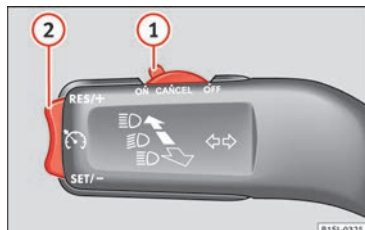

Fig. 34 Contacteur et commandes d'utilisation du GRA.
- Connecter le GRA : déplacez le contacteur » fig. 34 ① sur ON. Le système s'allume. Étant donné qu'aucune vitesse n'a été programmée, le système ne règle pas la vitesse.
- Activer le GRA : appuyez sur le bouton » fig. 34 ② dans la zone SET/-. La vitesse fixée est alors mémorisée et maintenue.
- Déconnecter le GRA temporairement : déplacez le contacteur » fig. 34 ① sur CANCEL ou appuyez sur la pédale de frein. Le réglage est désactivé temporairement.
- Reconnecter le GRA : appuyez sur le bouton » fig. 34 ② sur RES/+. La vitesse mémorisée sera de nouveau enregistrée et régulée.
- Augmenter la vitesse programmée pendant le réglage du GRA: appuyez sur le bouton ② sur RES/+. Le véhicule accélère jusqu'à la nouvelle vitesse enregistrée.
- Réduire la vitesse programmée pendant le réglage du GRA: appuyez sur le bouton ② sur SET/- pour réduire 1 km/h (1 mph). La vitesse est réduite jusqu'à atteindre la nouvelle vitesse enregistrée.
- Déconnexion du GRA: déplacez le contacteur » fig. 34 ① sur OFF. La vitesse mémorisée est effacée et le système est déconnecté.